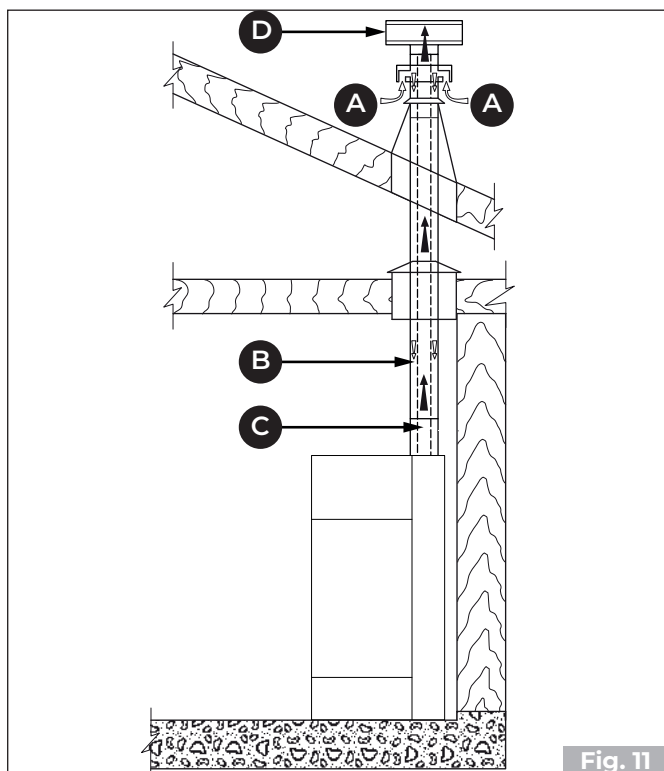
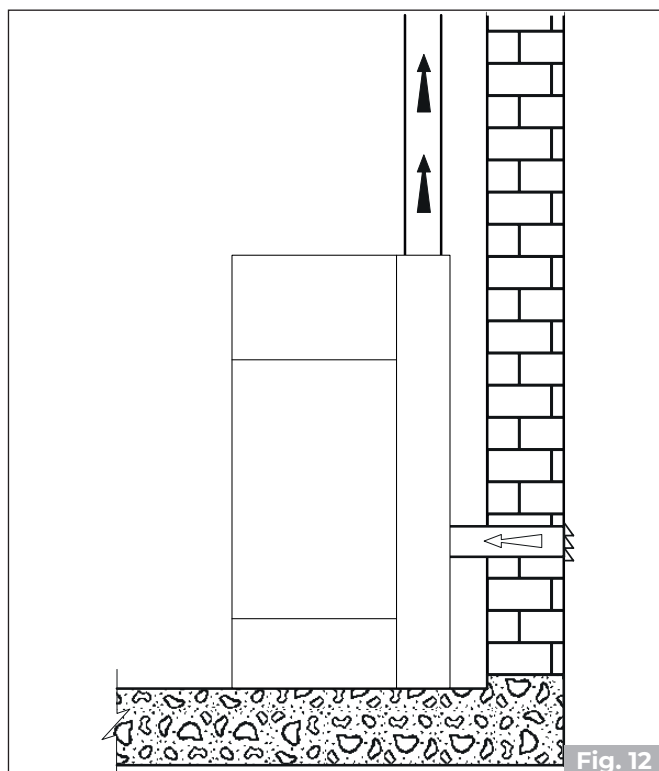
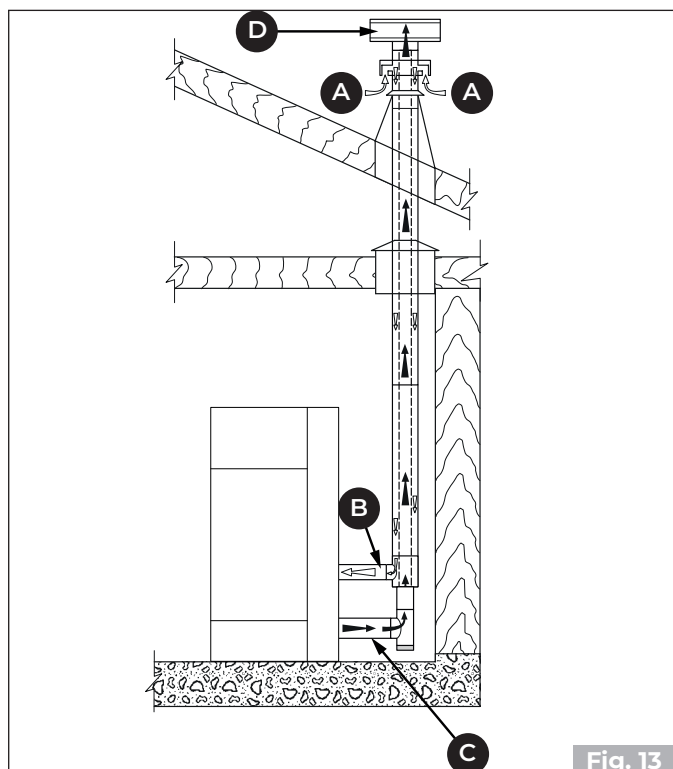
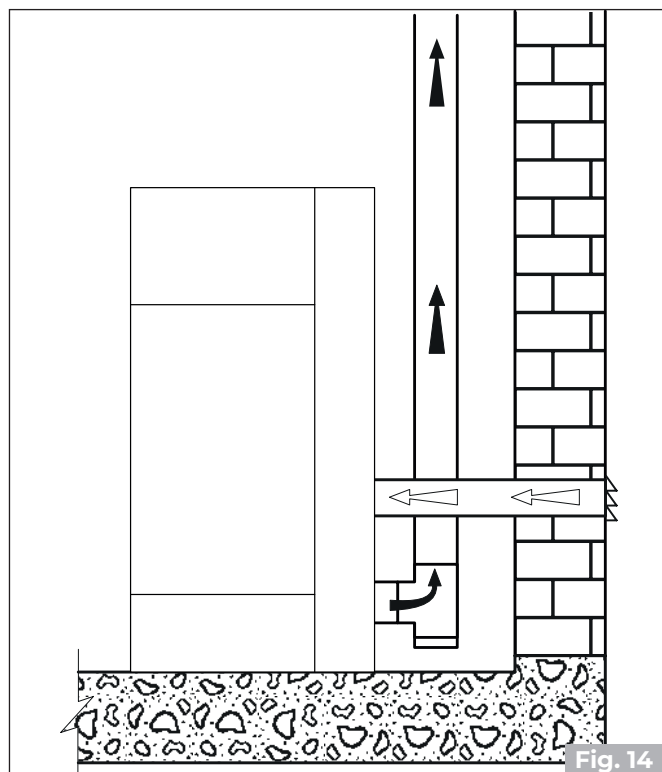

Fig. 11
Fig. 12
Fig. 13
Fig. 14
- direkt von außen mit direktem Anschluss an die Brennkammer kommen (**Fig. 11 - Fig. 12**).
- die Verbrennungsluft mit Hilfe eines coaxialen Auspuffrohrs für die Abführung der Abgase und den Lufteinlass zu leiten (**Fig. 11 - Fig. 13 - A, B = Lufteintritt, C, D = Rauchgasaustritt**); daher ist es nicht notwendig, einen klassischen Lufteintritt in den Raum vorzunehmen.
- den Verbrennungslufteinlass des Geräts mit einem geeigneten Kanal an den Lufteinlass anschließen (**Fig. 12-Fig. 14**).